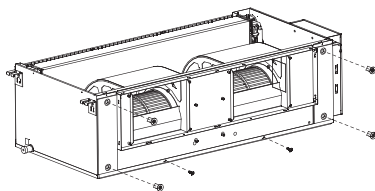

Рис. 30
2. Отверните 4 болта и 2 винта крепления передней панели (см. рис. 30).